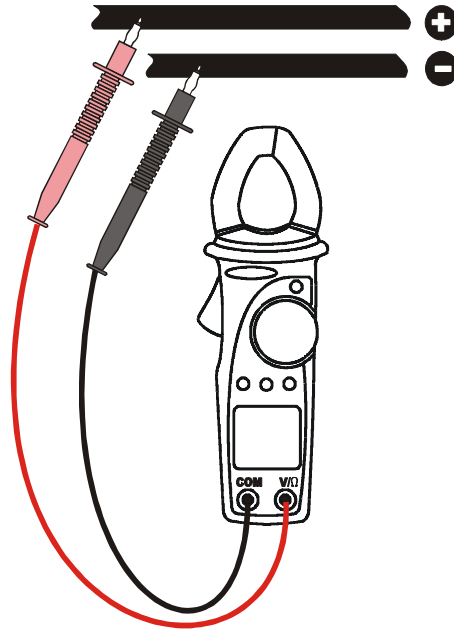

Fig. 5: Uso del instrumento para la medida de voltaje CC
2. Inserte el cable rojo en el terminal de entrada V/Ω y el cable negro en el terminal de entrada COM, como visualizado en Fig. 5.